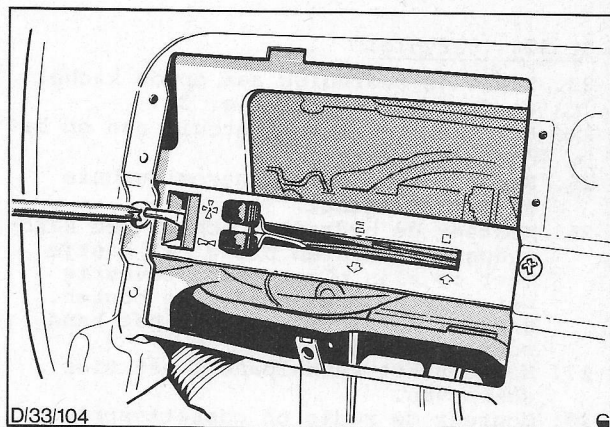

Fig. 27. Bevestigingsschroeven van kachelpaneel
11. Verwijder de vier schroeven waarmee het bedieningspaneel van de kachel aan het dashboardpaneel is gemonteerd, zie fig. 27 en laat het paneel zakken.